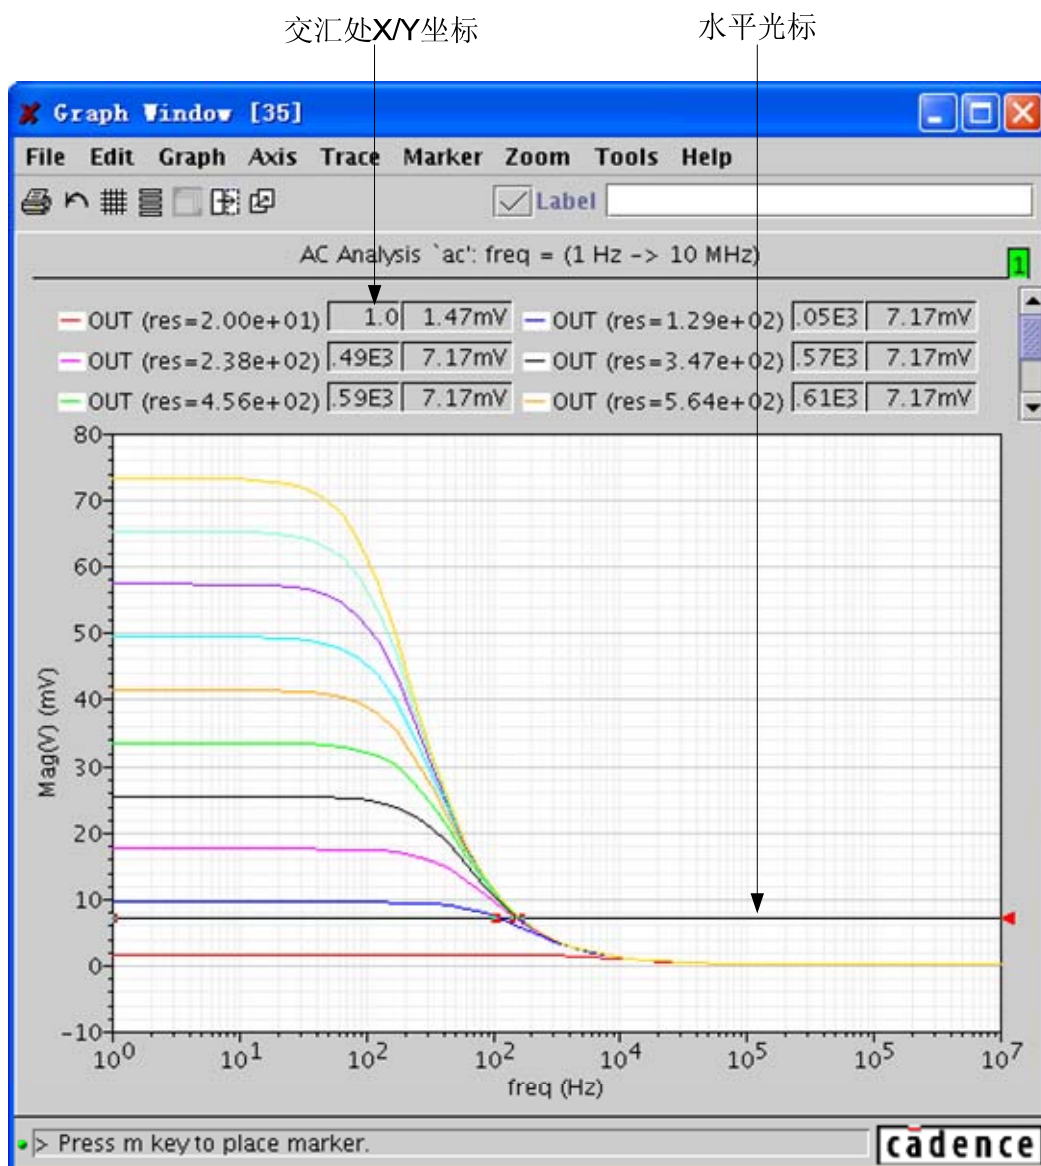

图 12.26 选择“Trace”→“Horiz Cursor”开启水平光标
- 选择“Trace”→“Horiz Cursor”，开启水平光标，如图 12.26 所示。